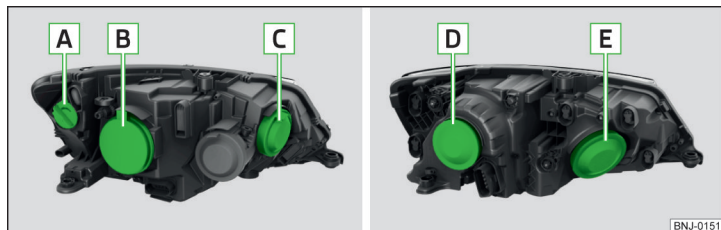

Abb. 295 Linker Frontscheinwerfer: Halogen- / Halogen-Projektor-scheinwerfer
Glühlampenanzordnung » Abb. 295
- › Die Schutzkappe **B** » Abb. 295 auf Seite 248 abnehmen.
- › Die Schutzkappe **B** » Abb. 295 auf Seite 248 einsetzen.
- › Die Schutzkappe **C** » Abb. 295 auf Seite 248 abnehmen.
- › Die Schutzkappe **C** » Abb. 295 auf Seite 248 einsetzen.
- › Die Schutzkappe **D** » Abb. 295 auf Seite 248 abnehmen.